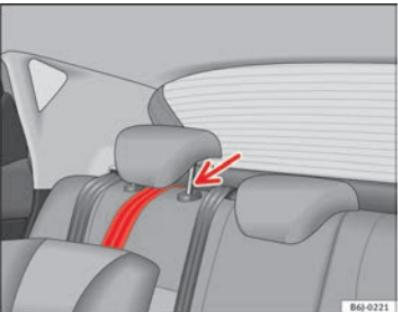

Fig. 28 Correa de sujeción: correcto ajuste y montaje
- Dirigir la correa de sujeción del Top Tether por debajo del apoya-cabezas de la plaza posterior **⇒ página 49, fig. 28** (levantar el apoyacabezas si es necesario).